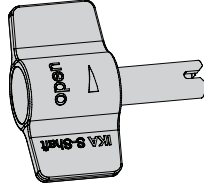

Fig. 1
- Flachschlüssel (siehe **Fig. 1**)
- Schaftschlüssel (siehe **Fig. 1**)
Wird eine intensivere Reinigung erforderlich, kann der Rotor (4) mittels der im Werkzeugset des Antriebes enthaltenen Flach- und Schaftschlüssel von der Welle (2) abgeschraubt werden. Mit dem Flachschlüssel wird der Rotor festgehalten und durch Drehen der Welle von oben mittels des Schaftschlüssels abgeschraubt (Fig. 1).